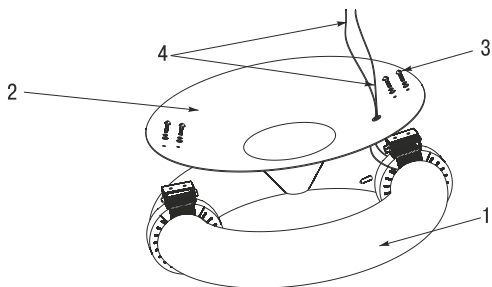

Рисунок 5
– Наложить конусный отражатель (поз.2 рисунок 5) на новую лампу (поз.1). Закрепить лампу на конусном отражателе четырьмя винтами М4 (поз.3), применив для предотвращения ослабления соединения плоскую и пружинную шайбы.